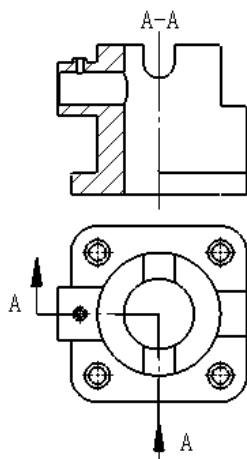

图 4.5.9 半剖视图
下面以图 4.5.9 为例, 说明创建半剖视图的一般操作步骤。
Step5. 单击“剖面视图 A-A”对话框中的  按钮, 完成半剖视图的创建, 结果如图 4.5.9 所示。